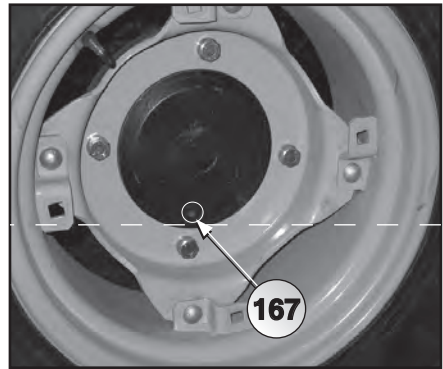
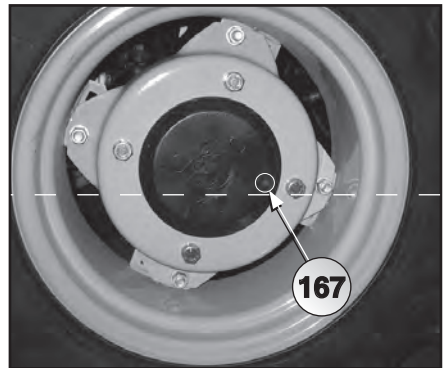

Abb. 6.33
Abb. 6.34
- Den Traktor so positionieren, dass sich der Stopfen (167 Abb. 6.33) im tiefstgelegenen Traktorbereich befindet;
- den Stopfen (167) entfernen und das Öl vollständig aus dem Untersetzungsgetriebe ablassen;
- den Traktor so positionieren, dass der Stopfen (167 Abb. 6.34) sich auf der waagerechten Mittellinie des Traktors befindet;
- Das Gehäuse mit Öl der Marke **AGIP ROTRA JD/F** (0,8 lt Traktor RS-Ausführung-MT) bis zum Stopfenrand füllen (167);
- Den Stopfen (167) wieder anbringen.